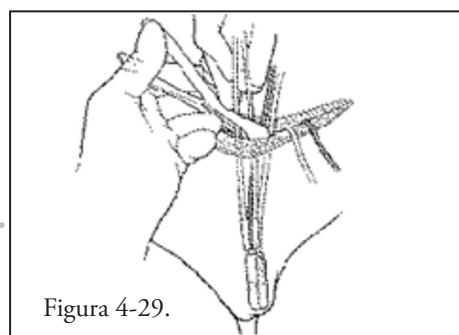

Figura 4-29.
14. Plasați pompa în buzunar, cu butonul de dezactivare orientat spre exterior, astfel încât să fie palpabil. Direcționați tuburile pompei către zona inghinală. (Figura 4-29)